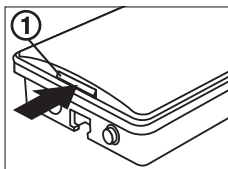

Рисунок 1.
2. С помощью отвертки отожмите на торцах светильника две защелки ① крепления рассеивателя. Снимите рассеиватель со светильника. Рис. 1
9. Проведите сборку светильника – закрутите винты отражателя, установите рассеиватель. Рис. 1, 2.